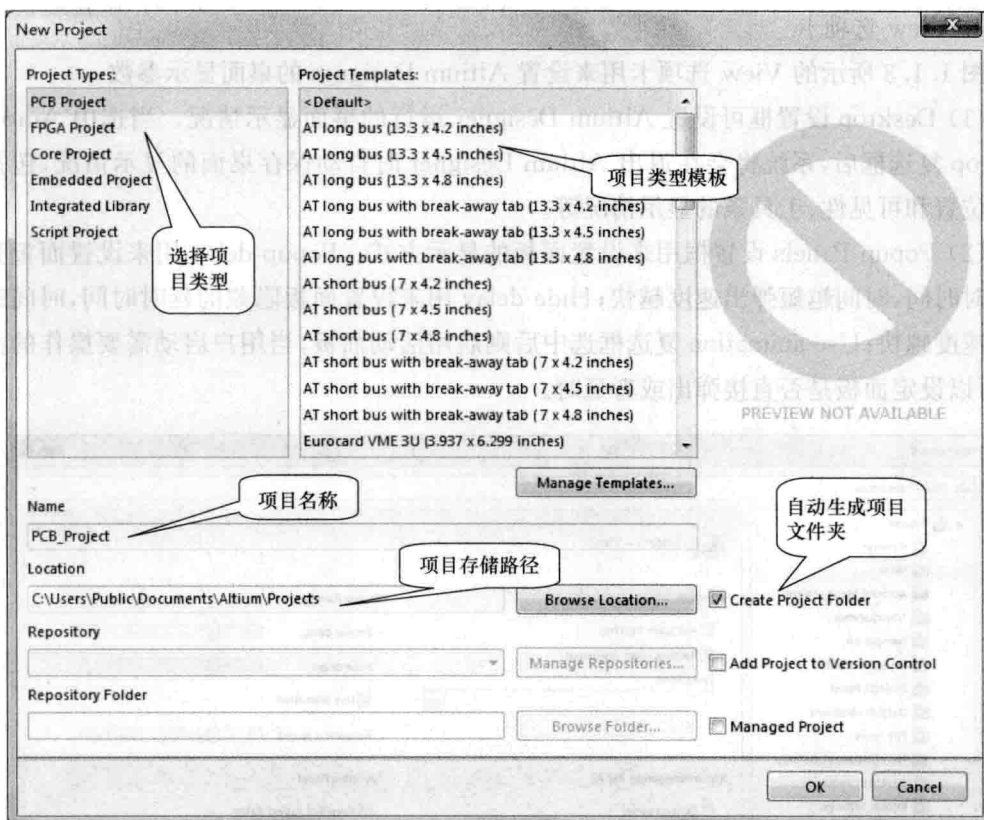
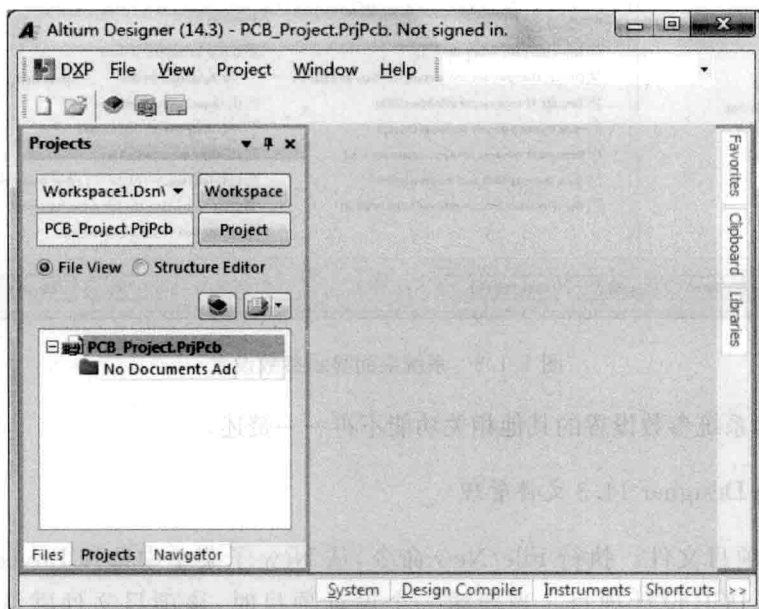

图 1.1.4 建立一个 PCB 项目文件
图 1.1.5 直接创建的工程文件
(1) 新建项目文件。执行 File/New 命令,从 New 子菜单中选择 Project。图 1.1.4 所示为创建的 PCB 设计项目。当新建一个设计项目时,该项目文件默认的文件名为 PCB_Project,创建了项目后,更改项目名称,然后单击 OK 命令。创建的项目如图 1.1.5 所示。